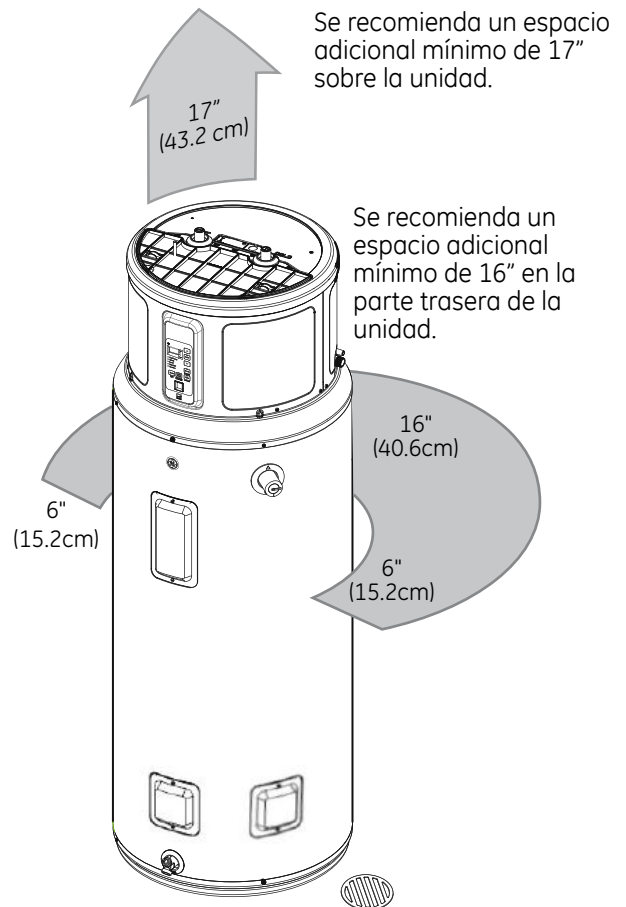

Figura 1
- El Kit de Tuberías del Calentador de Agua con Bomba de Calor requiere espacio adicional alrededor del calentador de agua, a fin de permitir la correcta instalación del kit (vea la Figura 1). Es posible que ciertos Calentadores de Agua con Bomba de Calor ya instalados deban ser reinstalados, a fin de cubrir los requisitos de espacio necesario mínimo.
- Se recomienda que la parte trasera del Calentador de Agua con Bomba de Calor quede alejada de cualquier pared, a fin de permitir una instalación más fácil del adaptador de SALIDA y del conducto de SALIDA. En caso de que esto no sea posible, se recomienda un espacio adicional mínimo de 16" desde la parte trasera del calentador de agua y de 17" de espacio adicional sobre el calentador de agua (sin incluir entrada y salida), a fin de instalar correctamente el kit de tuberías (lea la figura 1).